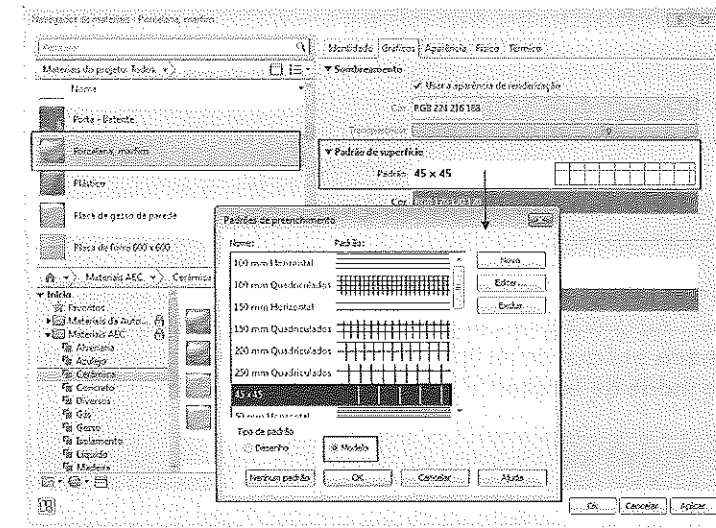

Figura 9.37 – Definição do material do piso.
5. Em seguida altere o valor da espessura para 0,05 e o material, da mesma forma que vimos em paredes. O material do piso poderá ter uma hachura em vista de forma a representar o piso. Para isso escolha a hachura em **Padrão de superfície** como mostra a Figura 9.37.